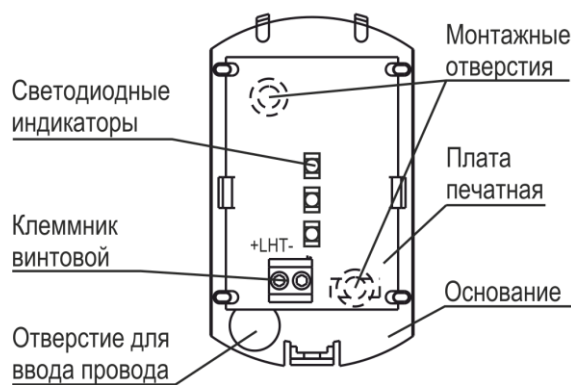

Рисунок 1
Оповещатель состоит из основания, печатной платы с радиоэлементами и крышки (рисунок 1). Конструкция оповещателя обеспечивает возможность крепления его на стене помещения.
- в)** выдавить отверткой в основании оповещателя заглушки выбранных монтажных отверстий и отверстий для ввода проводов (рисунок 1);